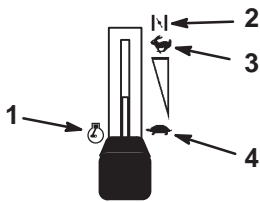

Bild 6
3. Stellen Sie den Gashebel auf Choke (Bild 6), bevor Sie einen kalten Motor anlassen.
5. Schieben Sie den Gashebel nach dem Anspringen des Motors langsam auf Schnell (Bild 6). Stellen Sie, wenn der Motor aussetzt oder unregelmäßig läuft, den Gashebel für ein paar Sekunden wieder zurück auf Choke. Schieben Sie dann den Gashebel in die gewünschte Stellung. Wiederholen Sie diesen Vorgang nach Bedarf.
1. Schieben Sie den Gashebel auf Schnell (Bild 6).